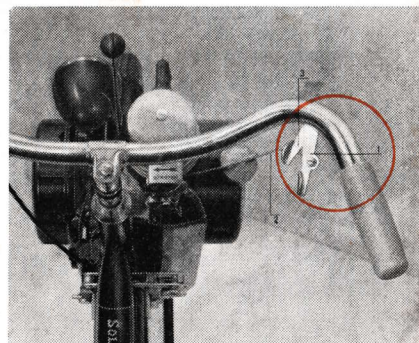

Fig. 3
De gashandle, (1. fig. 3) bij het rechterhandvat van het stuur kan worden gebruikt bij het wegrijden, dient tevens om tijdens het rijden snelheid te minderen en tenslotte om de motor te doen stoppen.
Daarna de gashandle geheel indrukken en ingedrukt houden (fig. 3).
Indien de motor koud is, moet vóór het wegrijden de luchttoevoer van de carburator worden gesloten. Daartoe moet het lipje (18) – zie fig. 12 pag. 14 – van de carburator naar links worden verplaatst (choken). Na enige tientallen meters rijden moet dit in de oorspronkelijke stand, dus naar rechts, worden teruggebracht. Om snelheid te minderen of te stoppen, moet men eerst de gashandle geheel indrukken (fig. 3) en remmen als op een gewone fiets. Vergeet dit niet: op een gewone fiets trapt men ook niet door, als men remt.